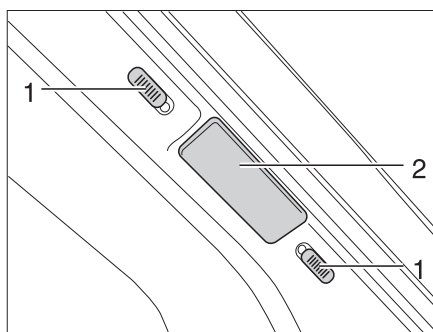
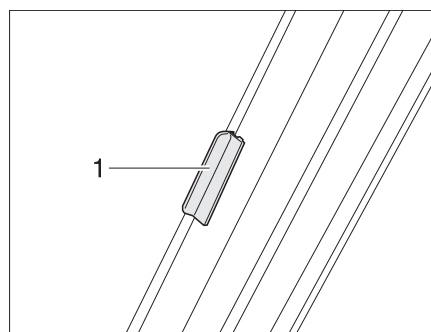

Fig. 29 Dispositivo di bloccaggio per la tendina oscurante pieghevole del parabrezza
Fig. 30 Dispositivo di bloccaggio per la tendina oscurante pieghevole del parabrezza (Modello I)
- Tirare verso l'esterno le due metà della tendina oscurante pieghevole del parabrezza per la maniglia (Fig. 29,2 e Fig. 30,1) fino all'arresto.
- Spingere i bottoni di bloccaggio (Fig. 29,1) verso il basso o verso l'alto. Quando il punto rosso è visibile, il bloccaggio è aperto.